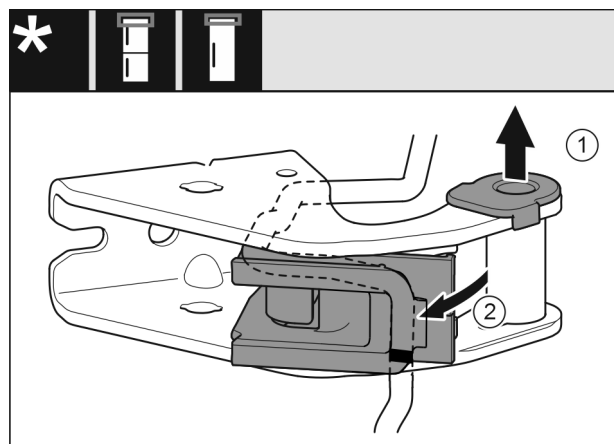

Fig. 24
- ▶ Tirer la douille de palier en dehors du guide. *Fig. 24 (1)*
- ▶ Incliner le support de câble vers l'extérieur. *Fig. 24 (2)*